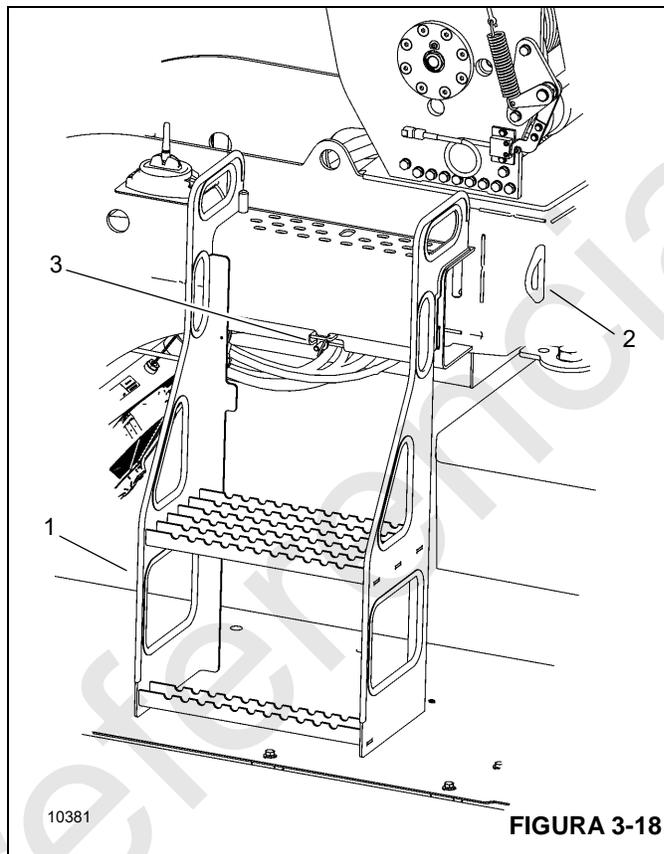

FIGURA 3-18
Use las escalerillas (1, Figura 3-18) para obtener acceso a la parte superior de la superestructura, incluidos la pluma y los malacates principal y auxiliar. La escalerilla se encuentra en el lado izquierdo de la superestructura de la grúa. Conecte un arnés de seguridad al punto de conexión (2). Use las agarraderas de la escalerilla cuando use los peldaños.